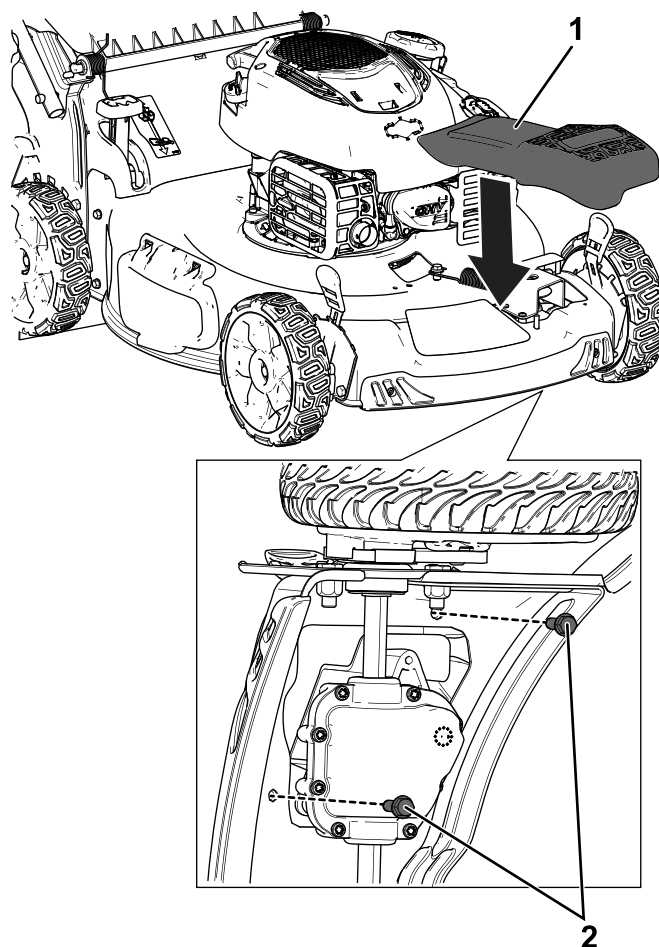

Figure 8
3. Montez le système d'entraînement de la lame et acheminez les deux courroies autour, comme montré à la Figure 8.